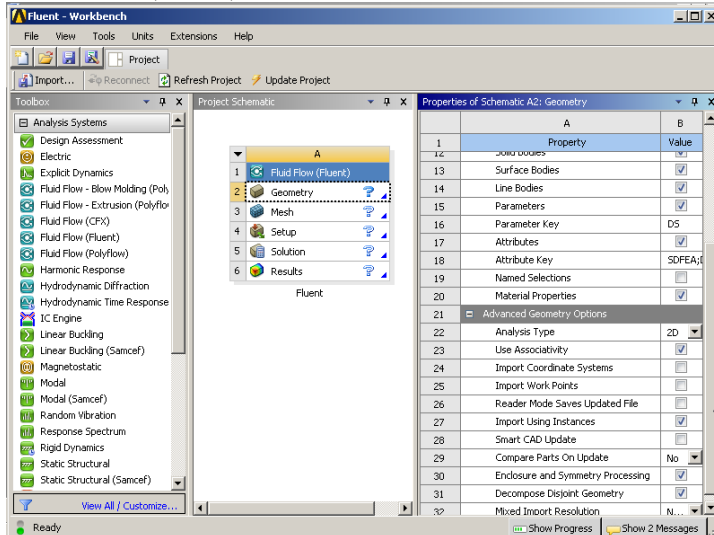

Рис.1
1.Открываем оболочку ANSYS WORKBENCH и сохраняем будущий проект под именем Fluent. Toolbox →(ЛКМ)Fluid Flow(Fluent) → с нажатой(ЛКМ) перетаскиваем в свободный зелёный прямоугольник на поле Project Schematic, пока цвет прямоугольника не изменится на красный, отпускаем(ЛКМ). Попутно для проекта A Fluid Flow(Fluent) устанавливаем имя Fluent (Рис.1). В окне свойств Properties of Schematic в строке с номером 22 Analysis Type указываем размерность потока 2D(Рис.1).